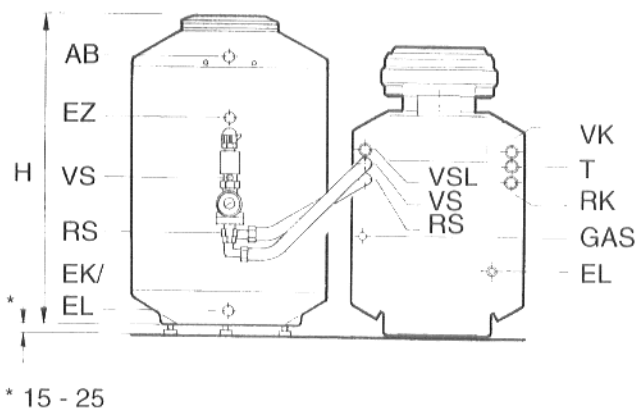

Abb. 3: Rückansicht; Anschlüsse nach Versetzen der Tauchhülse und des Anschlußrohrs für den Speichervorlauf
2. Die Anschlüsse können auch nach Abb. 3 vorgenommen werden. Dazu muß die Tauchhülse mit Hilfe eines Steckschlüssels SW 27 herausgeschraubt und auf der linken Kesselseite eingeschraubt werden. Außerdem muß das Anschlußrohr für den Speichervorlauf am Kessel auf die rechte Seite versetzt werden. Alle Anschlüsse müssen dann nach Abb. 3 vorgenommen werden!